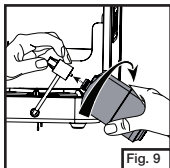

Fig. 9
- Retirez le bouchon en plastique du haut de la bouteille de propane et vissez la bouteille de propane dans le régulateur en serrant à la main dans le sens horaire. (Fig. 9)